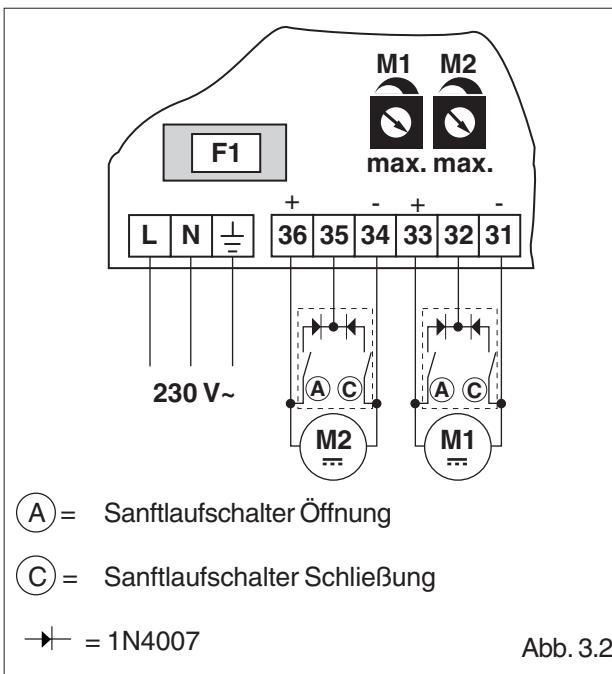

Abb. 3.2
- (Abb. 3.2) Um zu verhindern, dass die Flügel beim Stoppen gegen die mechanischen Anschläge schlagen (beispielsweise bei häufigen Bewegungsumkehrungen), müssen 2 Motoren mit Bremsmikroschaltern wie abgebildet angeschlossen werden. Nach dem Ansprechen der Mikro [A] und [C] beträgt die Bremszeit beim Öffnen 5s (Abb. 3.3) und beim Schließen 10s (Abb. 3.4).